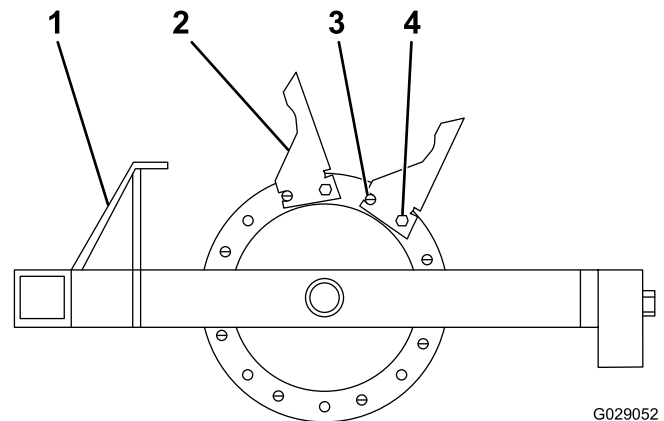

Figure 20
- Commencez par la roue en fonte extérieure et montez les louchets comme montré à la Figure 20.
- Montez les 8 louchets sur la roue en fonte à l'aide d'une goupille cylindrique et de des boulons (1/2 x 1 3/4 po) en prenant soin de placer la goupille cylindrique dans le trou avant (Figure 20).